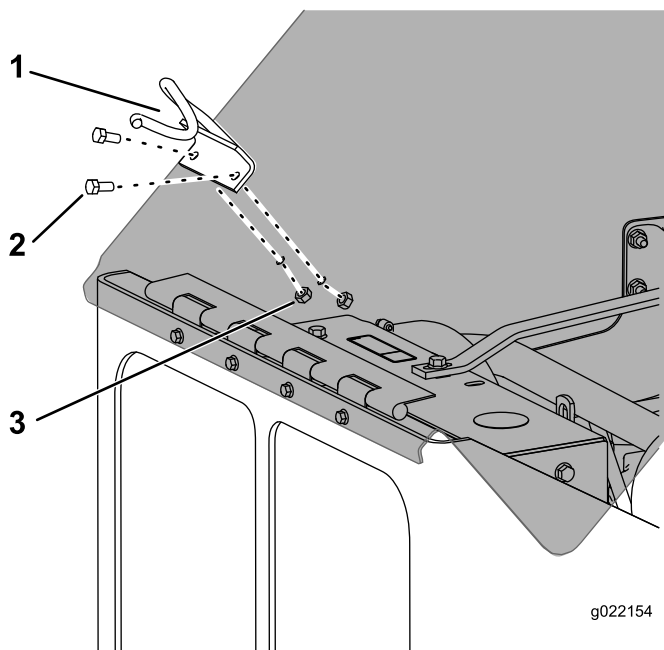

Figure 3
2. Montez le support de guide-câble de capot à l'extérieur du capot, et insérez les 2 boulons (5/16 x 3/4 po) dans les trous du support et de la machine, puis fixez le support au moyen des 2 écrous (5/16 po) placés à l'intérieur du capot (Figure 3).